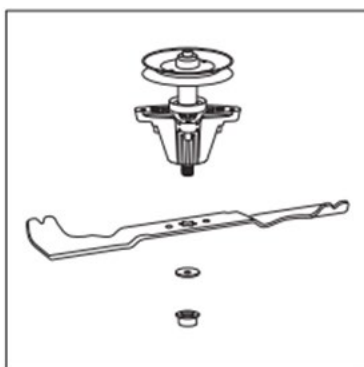
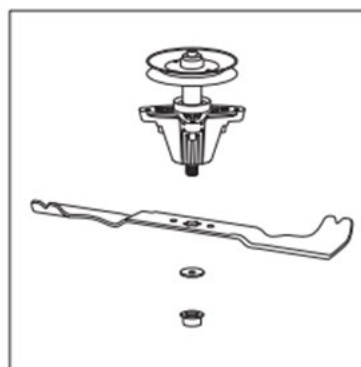

Fig.29A
Fig.29B
5. Retire la tuerca de la hoja, la arandela y la hoja (Fig.29A/Fig.29B).
- Retire el tapón de drenaje (Fig. 29A).